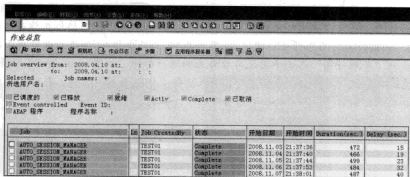

图 4-38 展示了 SAP 的“作业总览”界面。顶部有工具栏和搜索框。中间部分显示了作业概述信息，包括 Job overview from/to 时间、Selected job names 和 Event controlled/Event ID。底部是一个表格，列出了作业列表。
STEP 2 在“简单作业选择”界面中可以填写需要查看的作业名称以及作业创建人，然后单击“ 执行”按钮，即可查看作业运行状态。或者在“Job status”栏中选择作业的状态，例如 Released（已释放状态）、Ready（准备状态）等。也可以通过选择作业的创建时间来查询相应的作业内容。单击“ 执行”按钮，即可进入“作业总览”界面，如图 4-38 所示。